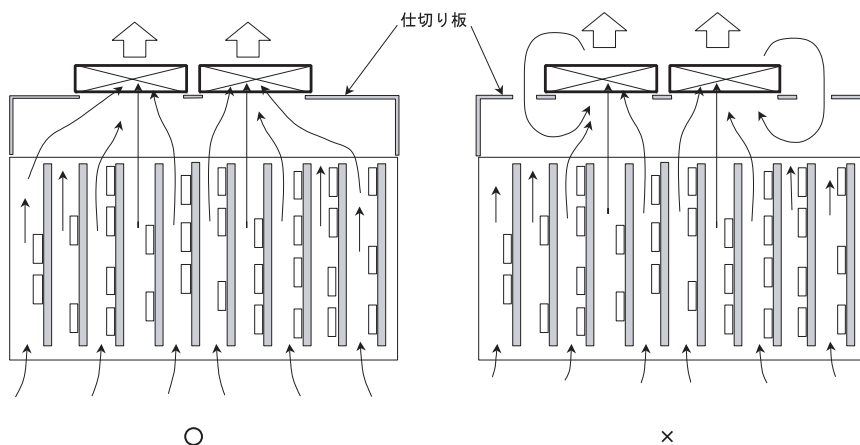

図 24 ファン近くでの漏れ
- 筐体へのファンの取り付け方が適切でない場合、またはファンの排気が正しく筐体外に排出されない場合、予期したほどの冷却効果が得られません。例えば、ファンの前後では圧力差が大きいため、吐き出し側と吸い込み側とをしっかりと仕切る必要があります（図 24 参照）。